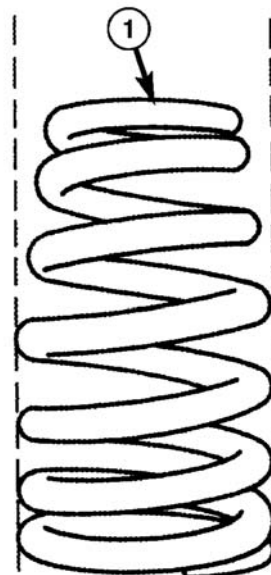
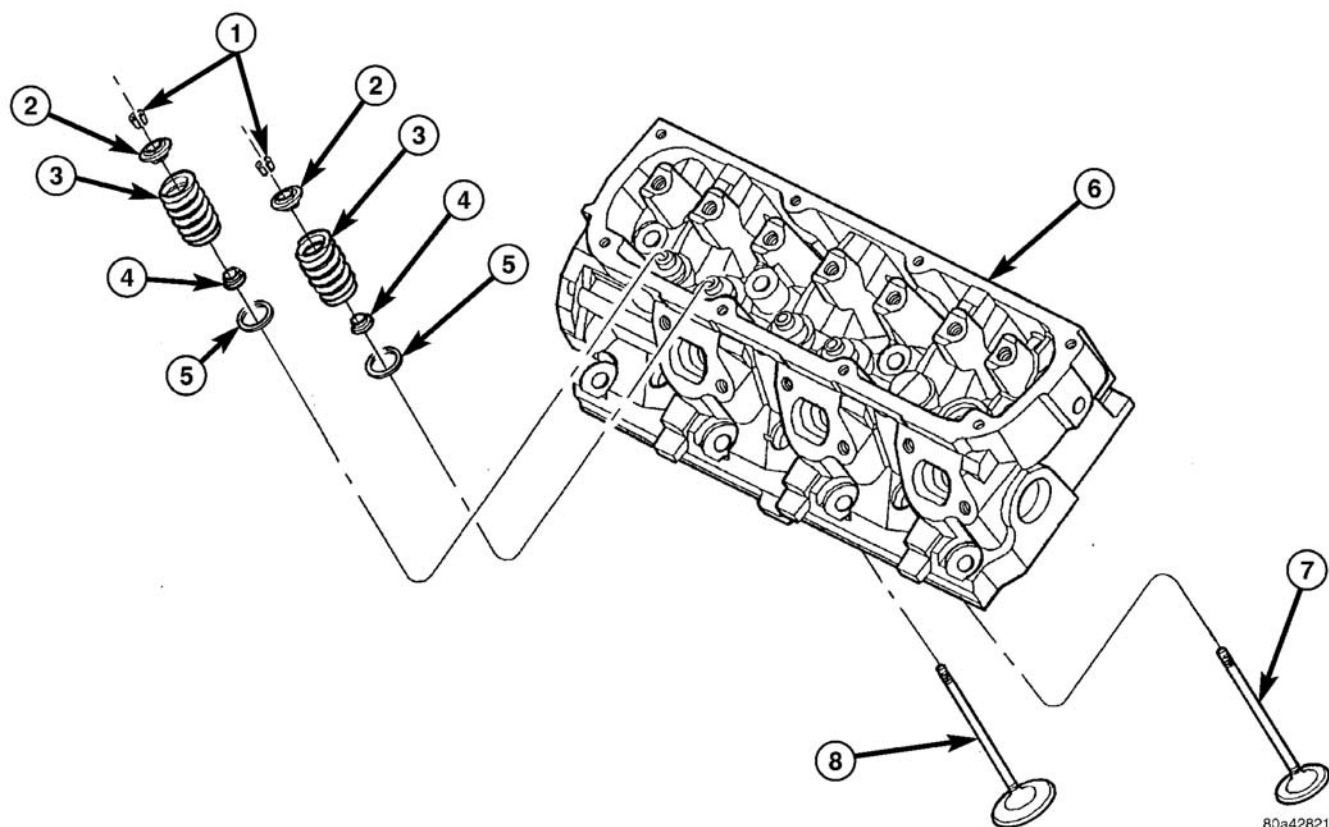

图 35 气门弹簧
图 36 气门部件
(1) 用干净的发动机机油涂抹气门杆，并将其插入缸盖中。
(2) 将气门弹簧座安装至气缸盖上（图 36）。
(3) 在所有气门杆及气门导管上安装新密封（图 36）。安装气门弹簧与气门座圈（图 36）。
(4) 安装气门弹簧。（请参阅第 9 单元-发动机/气缸盖/气门弹簧-安装）
气门弹簧是蜂房式设计（图 35）。弹簧用固定器和固定弹簧的锁座落在气缸盖上的钢垫圈上（图 36）。安装弹簧时其小直径抵住弹簧固定器（图 35）。